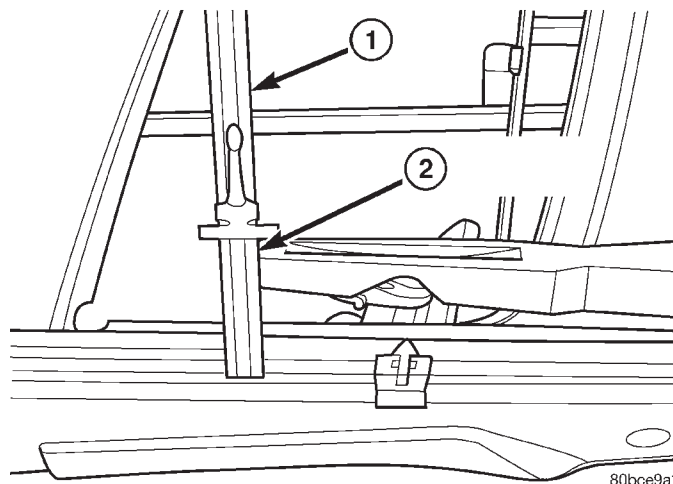
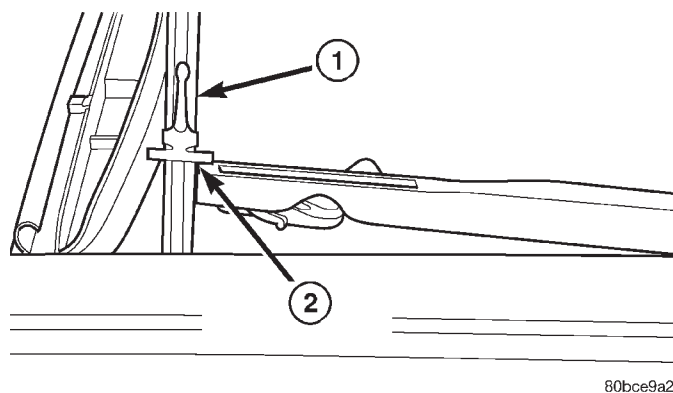

Fig. 3 MEDICION DE LA ALTURA - FUERA DEL VEHICULO
Fig. 4 MEDICION DE LA ALTURA - EN EL VEHICULO
- (4) Con una regla, mida la distancia del extremo trasero del mecanismo a la guía en cada lado del techo solar (Fig. 3) o (Fig. 4).
- (5) La altura inicial debería ser de 44 a 48 mm. Ajuste el mecanismo de modo que ambos lados estén a $\pm 1,0$ mm uno de otro.
- (6) Instale el motor de mando.
- (7) Instale el panel del techo solar.
- (8) Asegúrese de que el cristal esté ajustado; consulte el procedimiento en Ajuste del cristal.